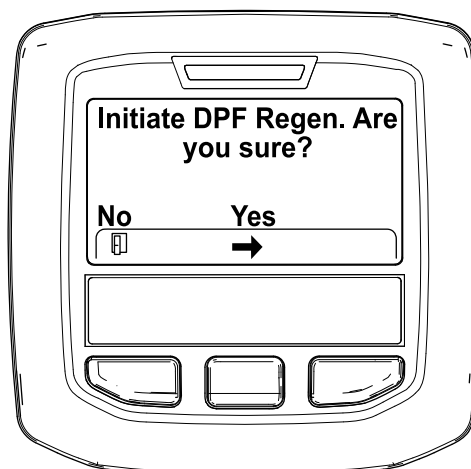

Figura 46
4. Quando surge a mensagem "Initiate DPF Regen. Are you sure?" (Iniciar Regen. DFP. Tem a certeza?), prima o botão central (Figura 46).